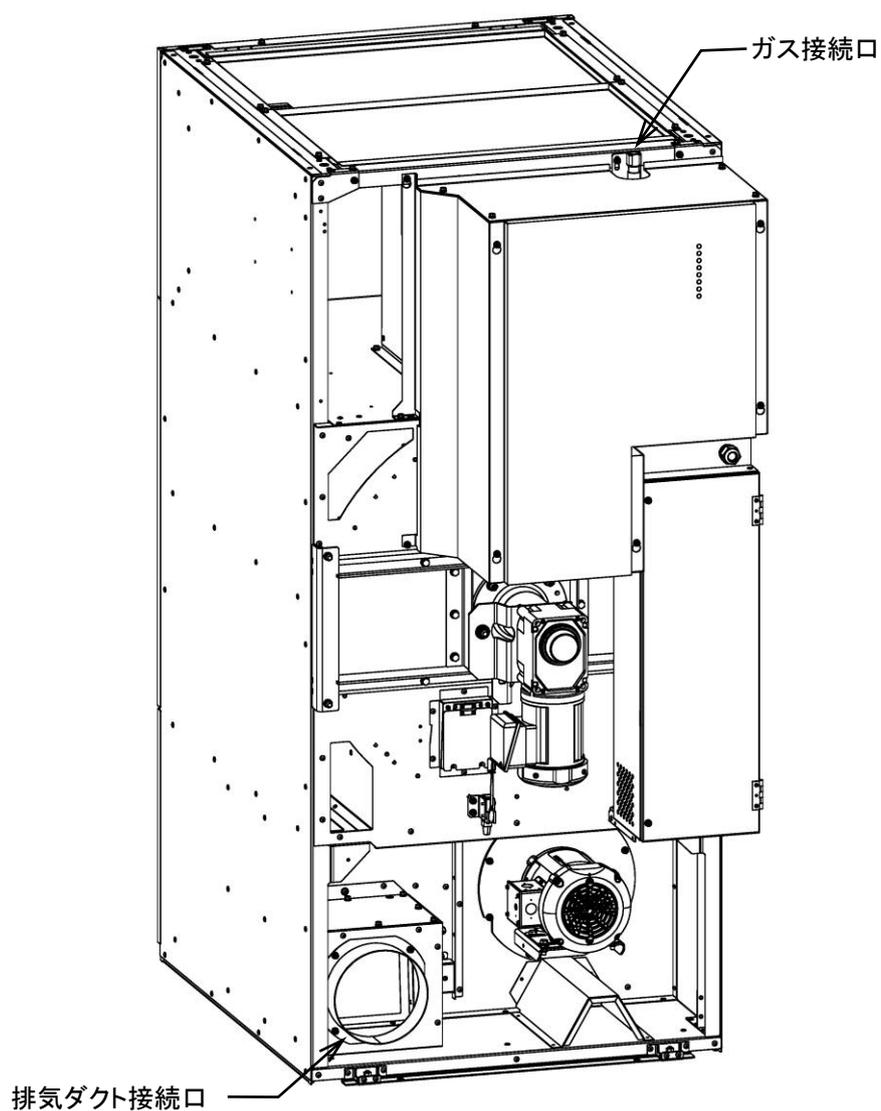

図 5-1
- ・ ガス配管接続口に配管を接続します。(図 5-1)
- ・ 排気ダクト接続口にダクトを接続します。接続口の外形は下記の通りです。(図 5-1)